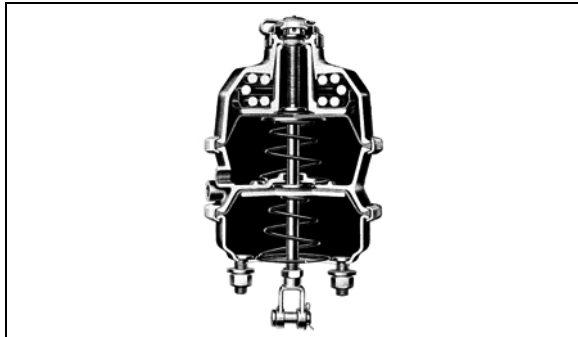
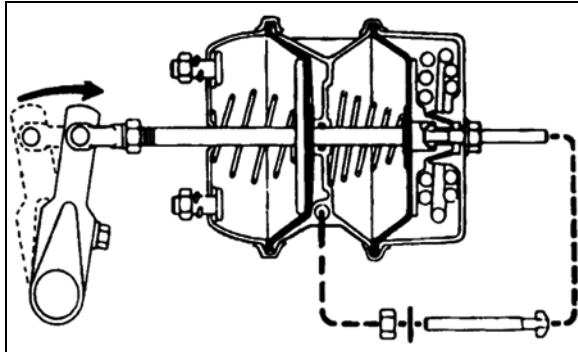

Figure 20
Figure 21
3. Déterminez si la chambre dispose d'un outil de blocage interne (Figure 20) ou externe (Figure 21) . Passez à l'étape 4 s'il s'agit d'un outil externe. Voir l'étape 8 pour les types internes.